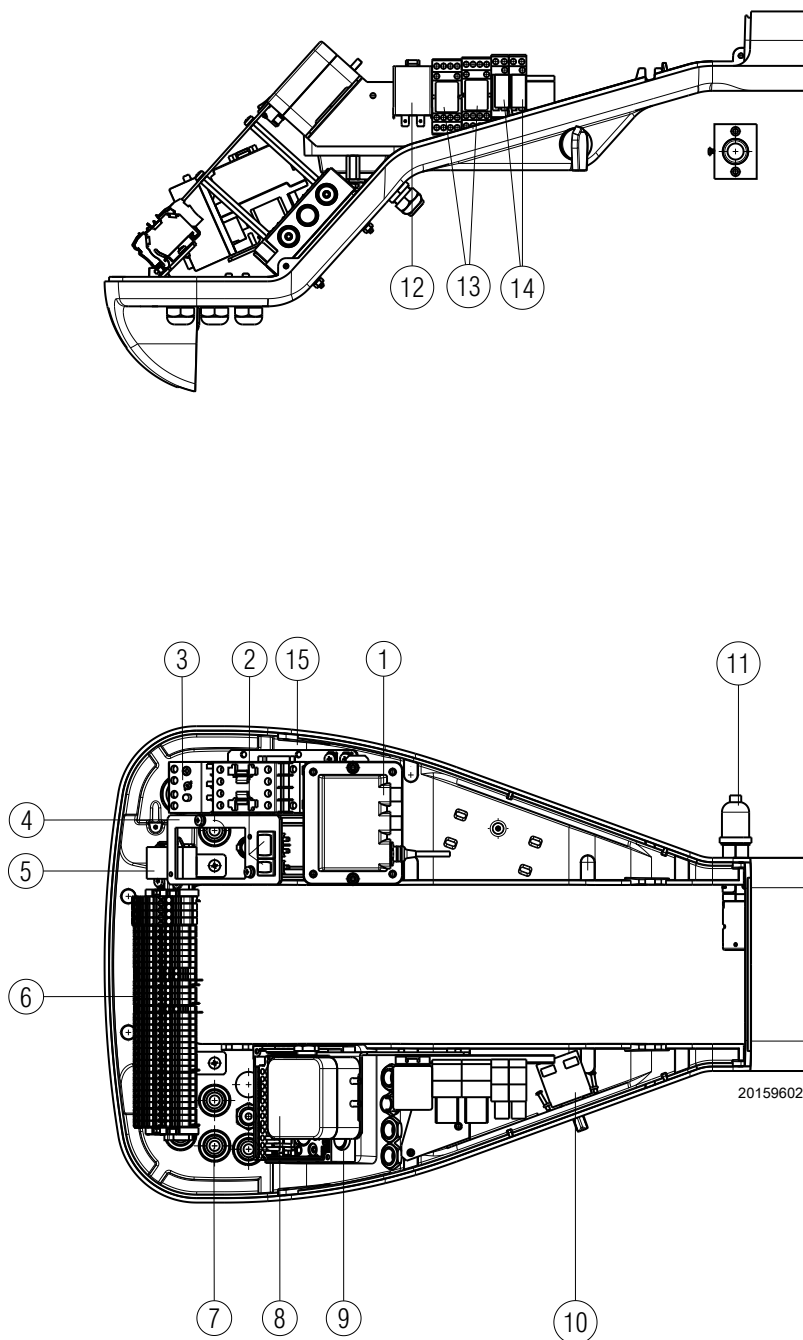

图 6
- ▶ **马达锁定**：按热继电器复位键释放 3 (图 6)。